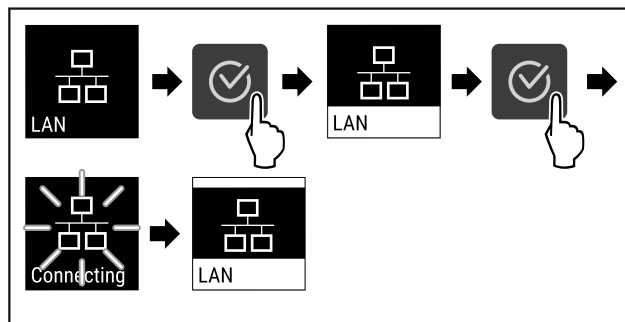

Fig. 81
- ▶ Udfør handlingstrinene (se Fig. 81) .